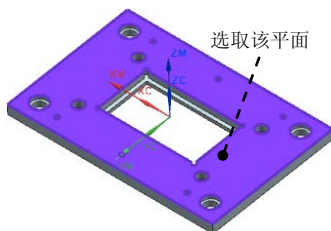

图 11.33 指定顶面
Step3. 指定顶面。单击“钻”对话框中  右侧的  按钮，系统弹出“顶面”对话框；在“顶面”对话框中的  下拉列表中选择  选项，然后选取图 11.33 所示的面；单击“顶面”对话框中的  按钮，返回“钻”对话框。